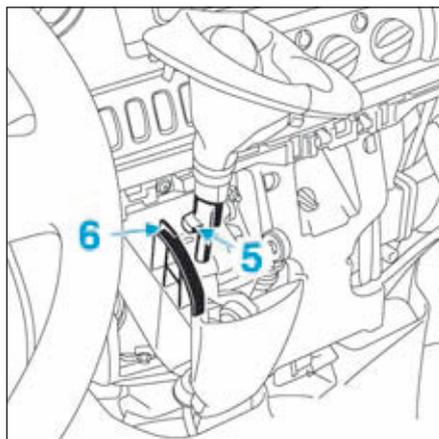

FIG.52
- Le jeu entre la gâchette (5) et la butée (6) doit être de 10 mm (Fig.52).